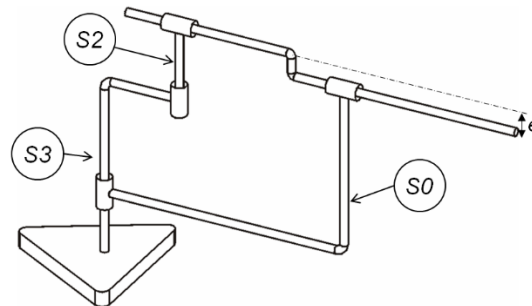

Figure 2
- Q1 :** Repasser en couleur les différents solides sur la figure 2 et sur le schéma cinématique.